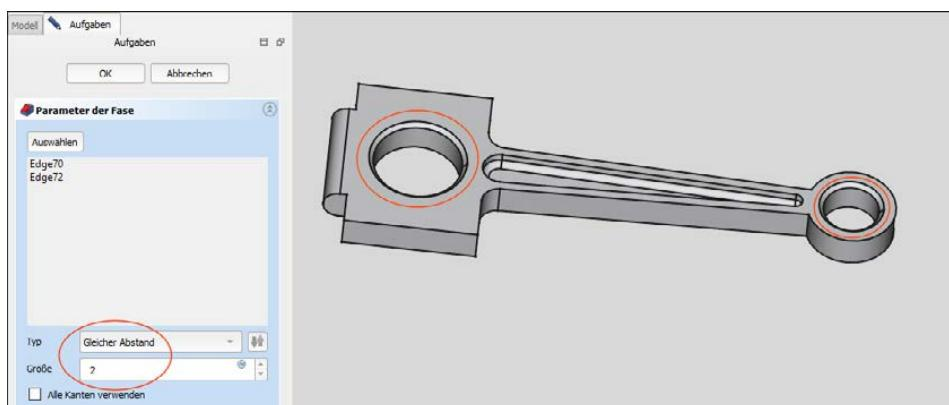

Abbildung 5.29: Fasen erstellen
3. Wählen Sie *Gleiche Distanz*, tragen Sie bei *Größe* den Wert 2 ein und klicken Sie auf *OK*. Die Fase ist fertig (siehe Abbildung 5.29).